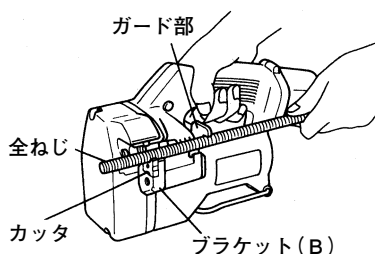

図 10
- 短い全ねじを切断するときなど、本体のガード部(図 10 参照)と全ねじのスキマに指をはさまないように注意してください。
- (2) 図 10 のように、切断する全ねじをブラケット(B)側のカッタに、ねじ山が正しくかみ合うようにセットします。